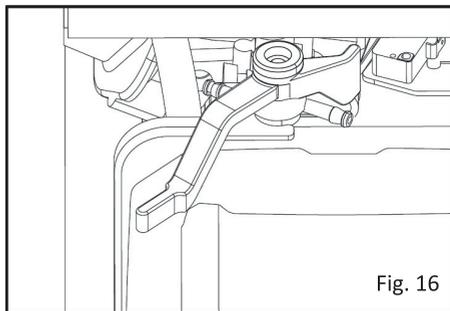

Fig. 16
- Sett håndtaket i posisjonen Off. (Se fig. 16.)